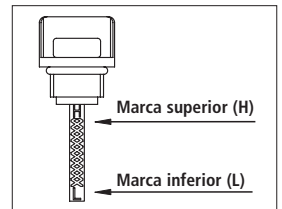

Fig. 29
4. Consulte a tabela “Capacidade de óleo e gasolina” e abasteça o seu equipamento pelo medidor de nível do óleo com a quantidade indicada. Para verificar o nível de óleo nos motores é necessário rosquear a tampa até o fim. O nível de óleo deve estar entre a marca superior e inferior do medidor para o correto funcionamento do motor [Fig. 29].
- O nível do óleo deve ser mantido exatamente de acordo com a marcação na vareta [Fig. 29, pág. 12].